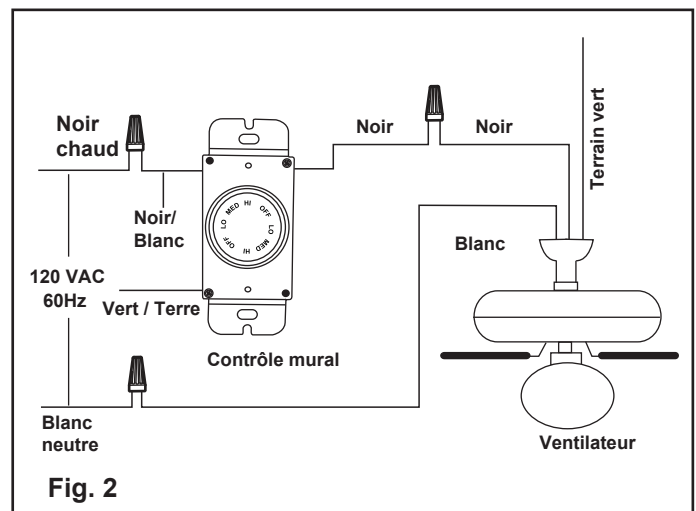

Fig. 2
2. Effectuez les connexions de fils (Figure 2) et fixez-les